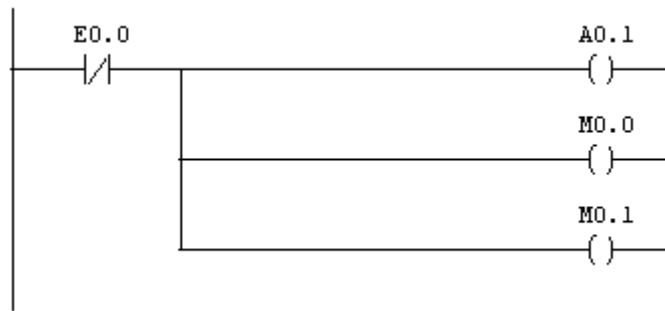

Figura 54. acoplamiento directo de varias salidas.
g) En algunos Autómatas no es posible programar dos o más bobinas de salida, sean exteriores o marcas en paralelo, tal como se aprecia en la figura 54. En este PLC esto es posible.